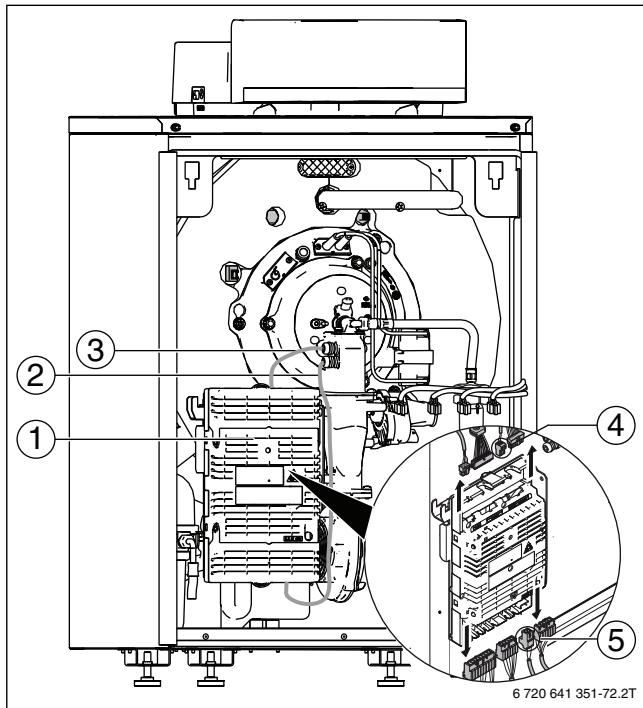

Bild 85 Heizelement demontieren
- ▶ Stecker Messfühler (→ Bild 85, [4]) und den Stecker Spannungsversorgung (→ Bild 85, [5]) am Feuerungsbaukasten (→ Bild 85, [6]) abziehen.
- ▶ Stecker an den Anschlussleitungen (→ Bild 85, [2], [3]) entfernen.